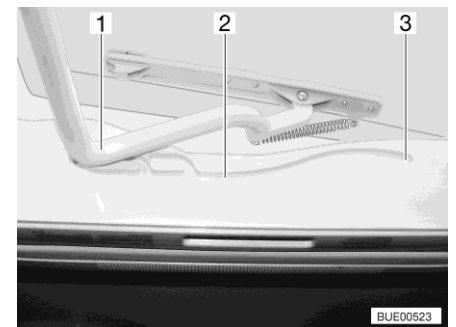

Fig. 121 Guía (claraboya Heki)
- Tirar el estribo (Fig. 121,1) en las guías (Fig. 121,2) hasta la posición trasera final (Fig. 121,3).
- Empujar el estribo (Fig. 121,1) ligeramente hacia arriba con ambas manos.
- Tirar el estribo en las guías (Fig. 121,2) hasta la posición deseada.